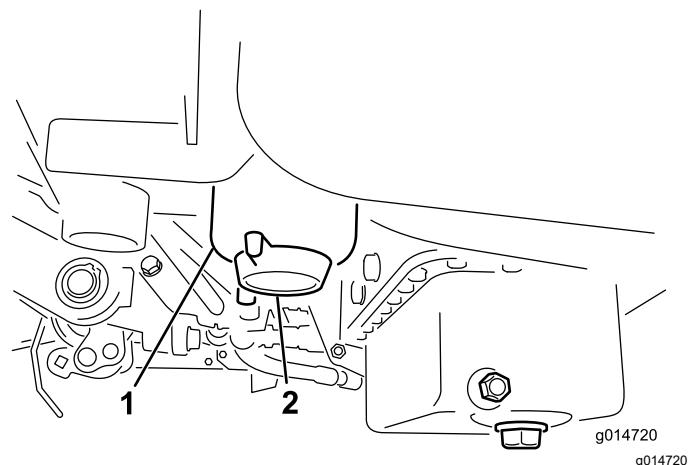

Figura 37
3. Aprite il tappo di spurgo sul filtro del carburante di circa un giro e lasciate fuoriuscire l'acqua accumulata (Figura 37).